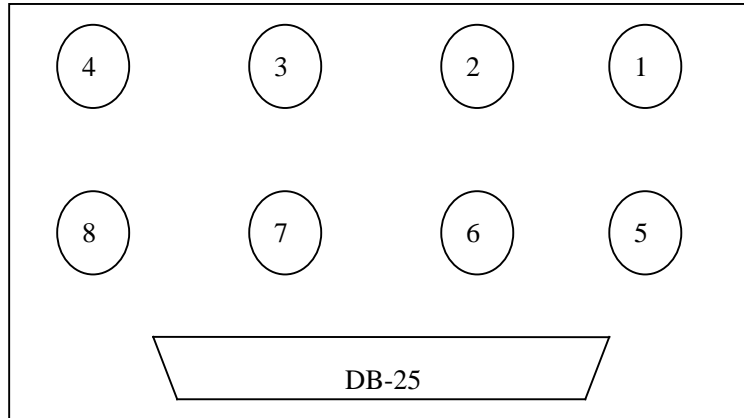
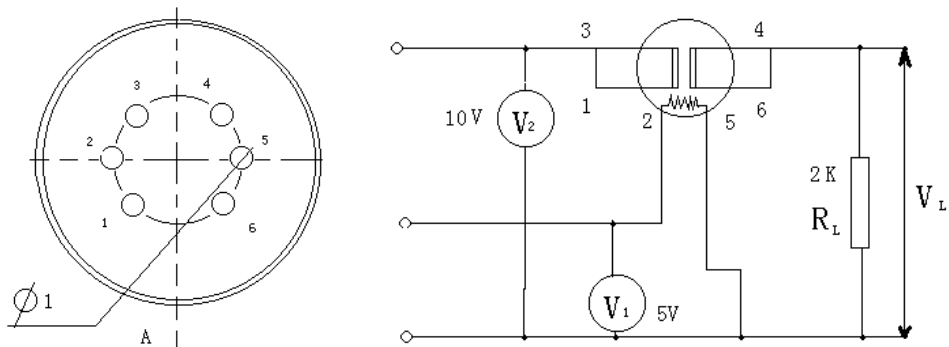

图 1 气体传感器插座板结构示意图
图 2 气体传感器插座引脚排列及定义
测试箱内置气体传感器插座 8 个、DB-25 接口一个，其结构示意图如图 1 所示。
使用时请按照板上指定的序号，依次插上用户传感器。用户传感器为引脚排列及定义如图 2 所示。
- 加热电压：图 2 中的 V_1 ，可选范围为 2V~8V。
- 测试电压：加在测试端电压，图 2 中的 V_2 ，可选范围 2V~15V，为了保证测量精度，请选择 3V~12V 之间。
- 电阻输出元件数：插在传感器插座上的气敏传感器个数（图 1），按照实际使用的数量设定，引脚定义如图 2。